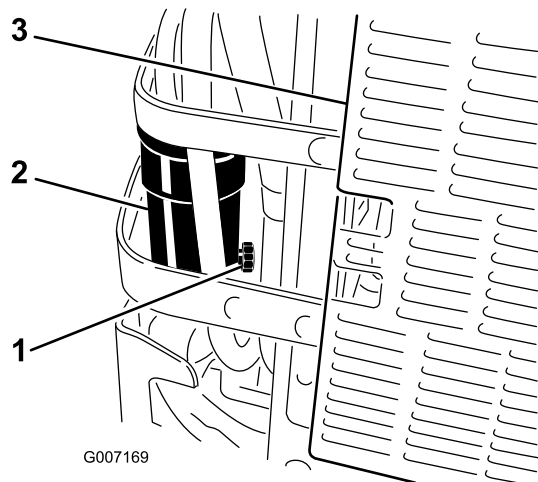

Figura 54
6. Abra la válvula de drenaje del separador de agua aproximadamente una vuelta para que se vacíen el agua y otros contaminantes (Figura 54).
7. Cierre la válvula de drenaje cuando salga solamente diesel combustible (Figura 54).